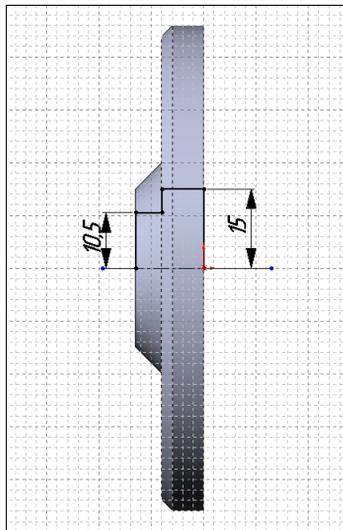

Рис. 2.46
10. Построим контур выреза, обязательно прорисовав ось поворота (рис. 2.46).